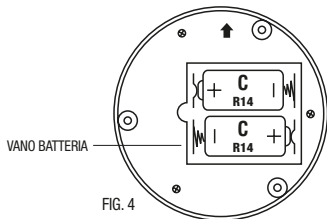

FIG. 4
1. Rimuovere il coperchio del vano batterie. (Fig. 4)